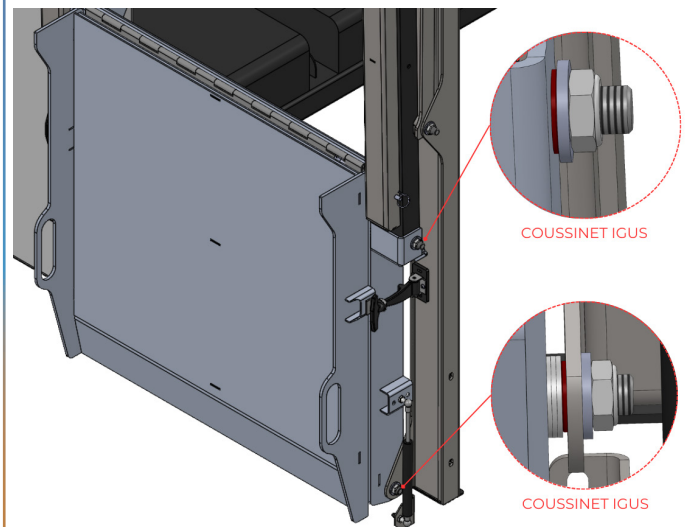

Figure 15. Lubrification des coussinets igus.
4. Lubrifier les coussinets igus des deux cotes avec un spray lubrifiant (Voir figure 15).